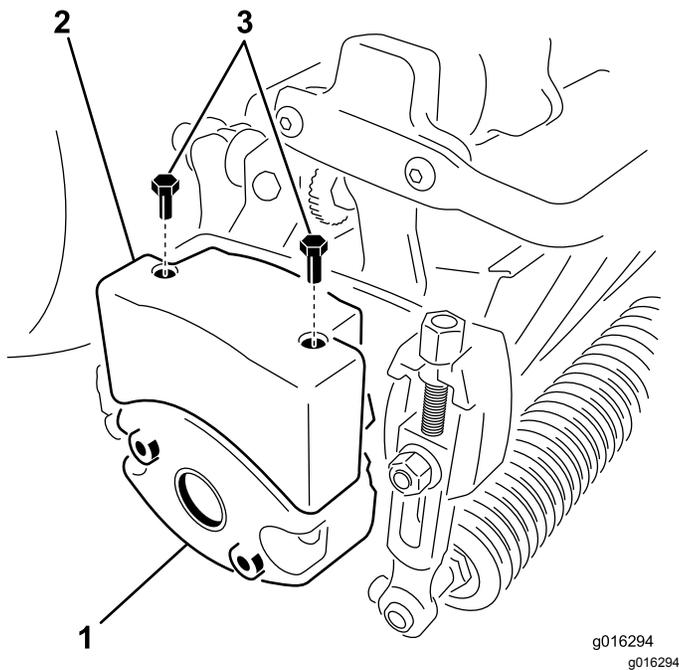

Рисунок 10
4. Выверните два болта крепления груза в боковой части режущего блока (Рисунок 10).
6. Установите верхний груз на груз режущего блока, используя 2 винта с шестигранными головками (Рисунок 10).